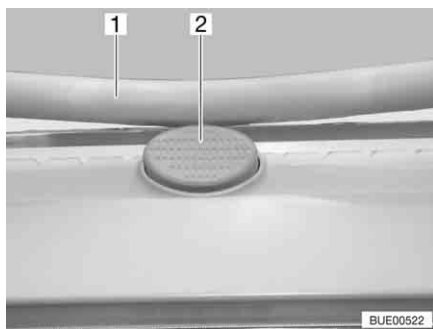

Fig. 95 Botón de seguridad en la claraboya Heki
- Pulsar el botón de seguridad (Fig. 95,2) y tirar el estribo (Fig. 95,1) hacia abajo con ambas manos.
- Presionar el estribo hacia arriba con ambas manos hasta que el estribo se encuentre encima del botón de seguridad (Fig. 95,2).